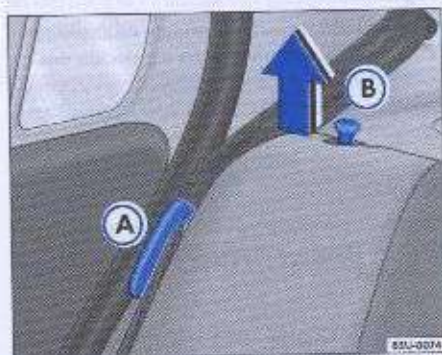
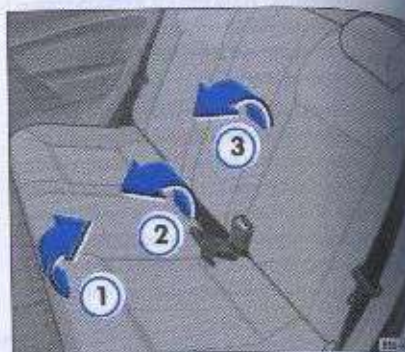

Fig. 80 Posicionador de la banda del cinturón de seguridad y perno de desbloqueo del respaldo
Fig. 81 Rebatimiento del asiento
- Para los vehículos que poseen cinturones de 3 puntos con enrollador automático, encastre las bandas de los cinturones en los respectivos alojamientos en el revestimiento lateral ⇒ fig. 80 (A). Para los vehículos que poseen cinturones de 3 puntos sin enrollador automático, fíjese para que la banda de los cinturones no quede sujeta entre el asiento del y la lateral del vehículo.
- Destabe el asiento, forzando su parte delantera hacia arriba ⇒ fig. 81 (1).
- Levante la parte trasera del asiento ⇒ fig. 81 (2) y desplácelo totalmente hacia adelante, en forma que el asiento se quede lo más cerca posible del piso y del respaldo del asiento delantero.
- Levante los pernos ⇒ fig. 80 (B) y, al mismo tiempo, incline parcialmente el respaldo del asiento (3) y remueva los apoyos para cabeza ⇒ página 101 ⇒ ⚠. Bajar totalmente el respaldo.
Encastre las bandas de los cinturones en los respectivos posicionadores ⇒ página 104, fig. 80 (A).
Levante los pernos ⇒ página 104, fig. 80 (B) y, al mismo tiempo, incline parcialmente el respaldo del asiento ⇒ página 104, fig. 81 (3).